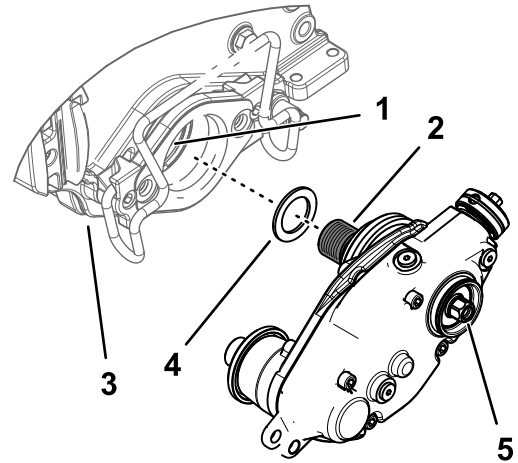

图13
2. 如果疏草刀驱动箱安装在滚刀组的左侧应在黑色滚刀适配器的螺纹上安装填隙垫圈图13。